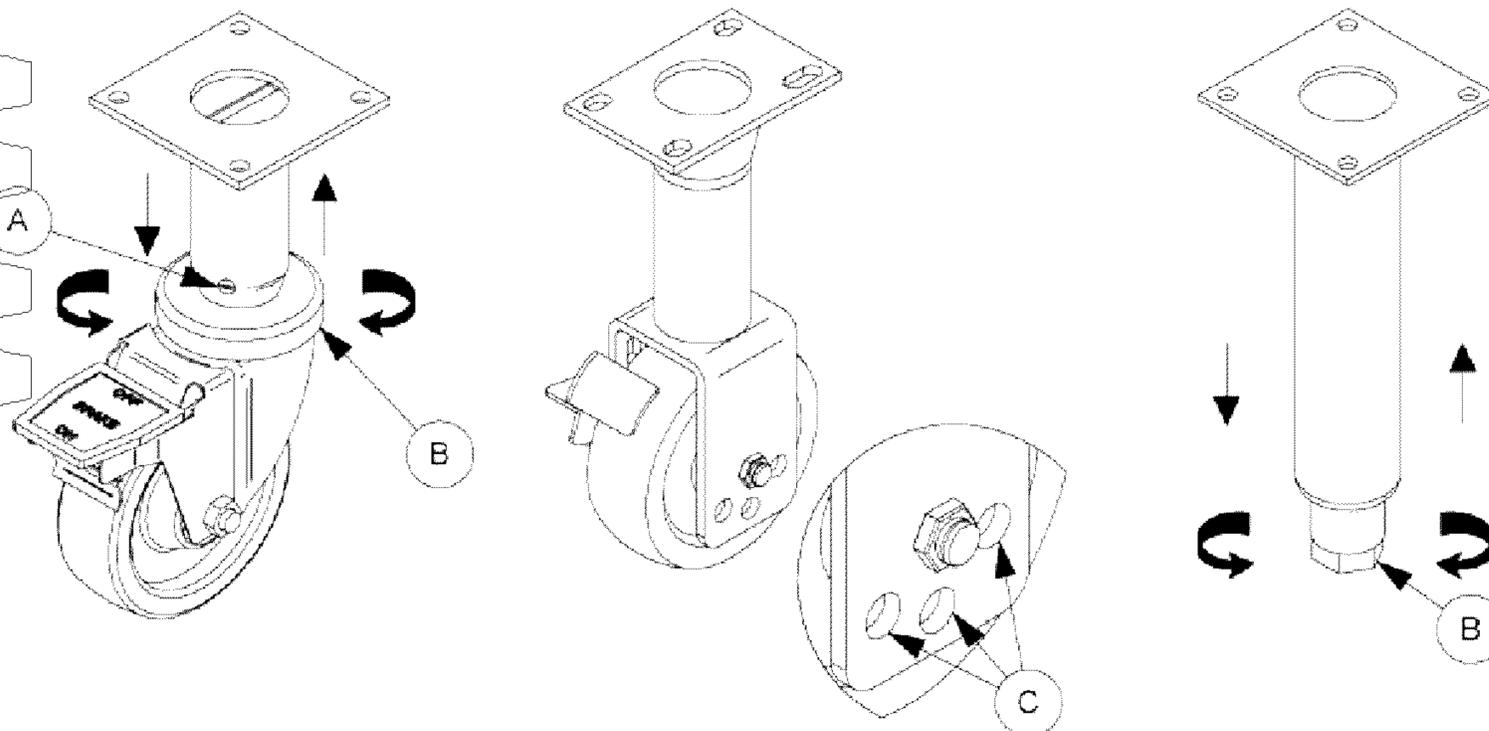

Рисунок 3. Типы роликов и ножек
- a. Шарнирные ролики. Ослабьте 2 установочных винта (A)
- b. Ножки и шарнирные ролики. Отрегулируйте высоту ножки / ролика, поворачивая регулировочное кольцо / ножку (B) с помощью плоскогубцев, пока не будет достигнуто нужное изменение высоты.
- c. Только шарнирные ролики. Заново затяните установочные винты (A).
- d. Фиксированные ролики. Отрегулируйте высоту, перемещая колесо и вал в другие отверстия кронштейна колеса выше или ниже, в соответствии с необходимостью. См. рис. 3С для ролика типа "ФИКСИРОВАННЫЙ".